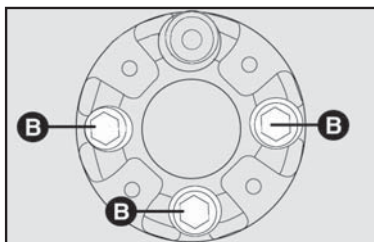

fig. 17
3) Aperte os 4 parafusos de fixação e o dispositivo antifurto, girando a chave de roda no sentido horário **fig. 17**.